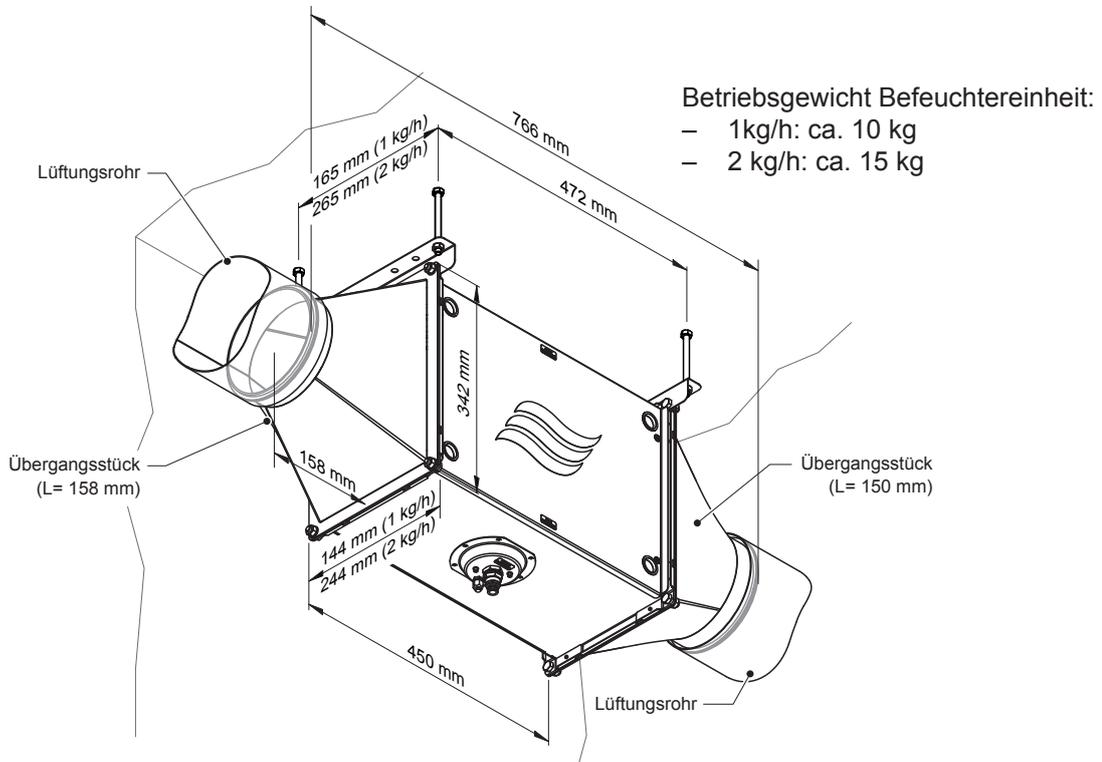
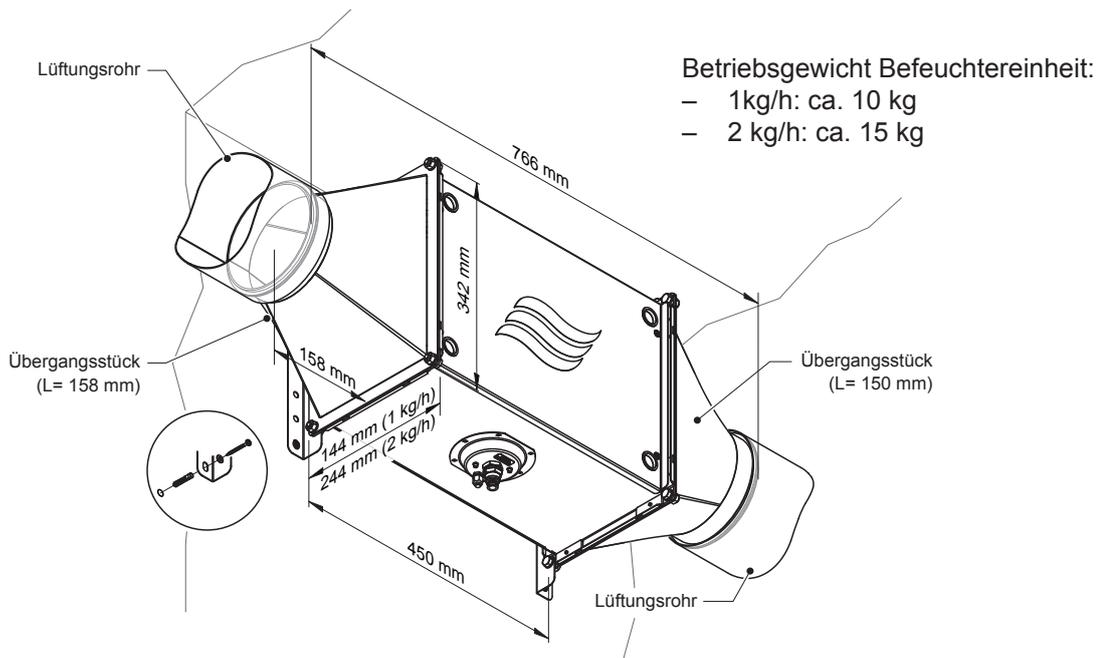

Abb. 7: Dimensionen Deckenmontage
Abb. 8: Masse Wandmontage Befeuchtereinheit
- Die Decke/Wand an der die Befeuchtereinheit bzw. die Hydraulikeinheit montiert wird, muss eine ausreichende Tragfähigkeit aufweisen und für die Befestigung geeignet sein ( siehe Abb. 7 und Abb. 8).